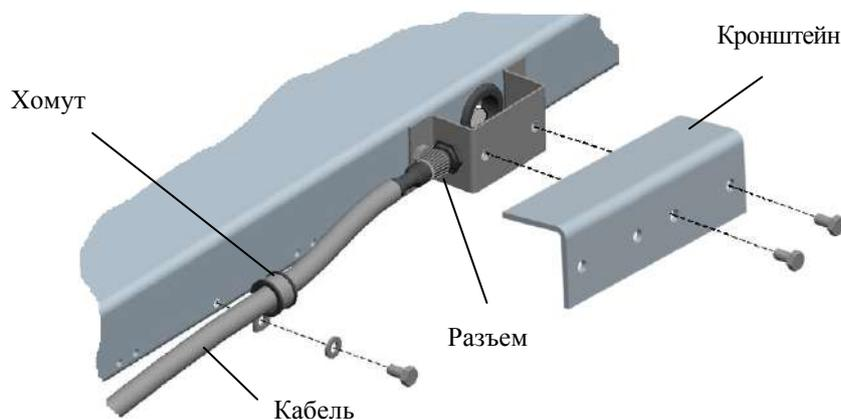

Рис. 5.1 – Подключение кабелей
5.6 Привинтить кронштейны (4шт.) для защиты разъемов от механических ударов, Рис. 5.1.